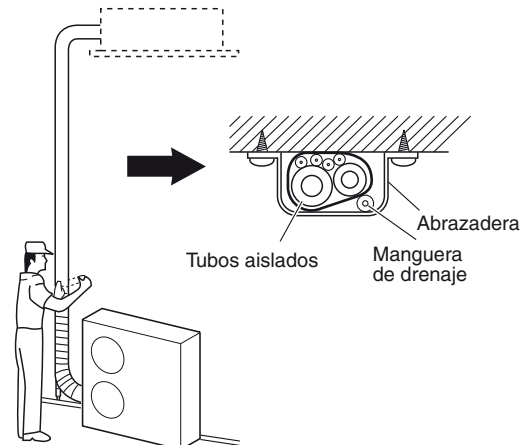

Fig.5-9
- (1) Ahora, a los tubos de refrigerante (y al cableado eléctrico si lo permiten las regulaciones locales) se les deberá colocar la cinta conjuntamente con cinta blindada en 1 agrupamiento. Para evitar que rebose la condensación de humedad por el recipiente de drenaje, mantenga separada la manguera de drenaje de la tubería de refrigerante.
- (2) Envuelva la cinta blindada desde la parte inferior de la unidad exterior hasta la parte superior de la tubería por donde entra en la pared. A medida que envuelve la tubería, superponga la mitad de cinta a cada vuelta que dé.
- (3) Fije el grupo de tubos a la pared, empleando 1 abrazadera aproximadamente a cada metro. (Fig. 5-9)